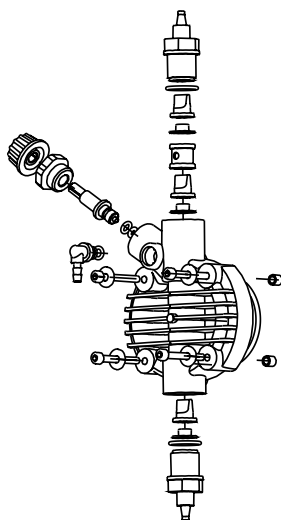

Fig. 10
2. Revise el funcionamiento de la bomba al menos cada 6 meses, así como la posición de los tornillos y de las juntas de impermeabilización. El control debe ser efectuado con más frecuencia en líquidos agresivos, prestando especial atención en la concentración de aditivo en la instalación. Su reducción podría ser debida al desgaste de las válvulas (en tal caso se deben sustituir siguiendo los pasos de la Fig.10) o al atasco del filtro, que se debe limpiar como se indica en el punto 3.
También se puede efectuar esta operación de la forma siguiente: una vez la bomba está desconectada de la instalación, sujete la bomba boca abajo por unos pocos segundos (15-30) sin que los tubos estén conectados a los empalmes. Si resulta imposible, desmontar y volver a montar el cuerpo de la bomba (Fig.10) utilizando los cuatro tornillos de fijación.
El sistema es robusto, por lo que no se producen averías graves. Eventualmente se pueden producir pérdidas de líquido de algún empalme o junta fijatubos sueltos, o con más frecuencia, de la rotura del tubo de eyección. Raramente se producen pérdidas a causa de la rotura de la membrana por desgaste o de su revestimiento de sujeción. Aún así, si se produjeran, dichos componentes se deben sustituir desmontando los cuatro tornillos del cuerpo de la bomba (Fig. 10), montándolos de nuevo y enroscándolos de modo uniforme. Una vez eliminada la pérdida, se debe limpiar la bomba dosificadora de eventuales residuos de aditivo que hayan quedado impregnados, ya que podrían agredir químicamente la bomba.